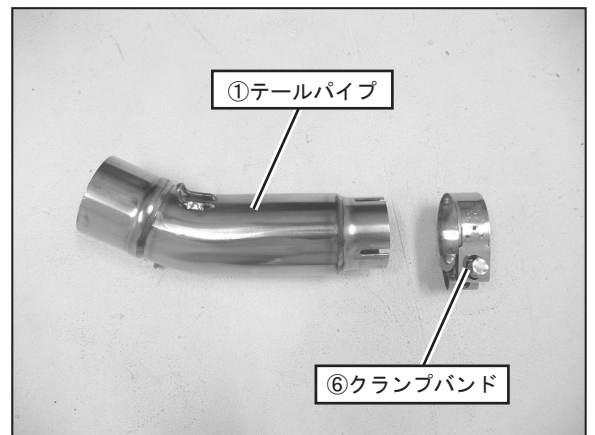

FIG. 2
3. ①テールパイプ前側に⑥クランプバンドを取り付けて下さい。(FIG. 2参照)